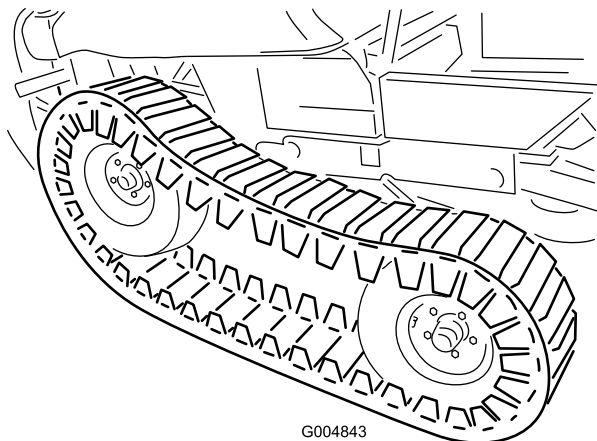

Figure 48
21. Ajustez le cric à une hauteur permettant de monter le pneu avant. Avec l'aide d'une autre personne, soulevez l'avant de la chenille afin de pouvoir monter les pneus avant (Figure 48).